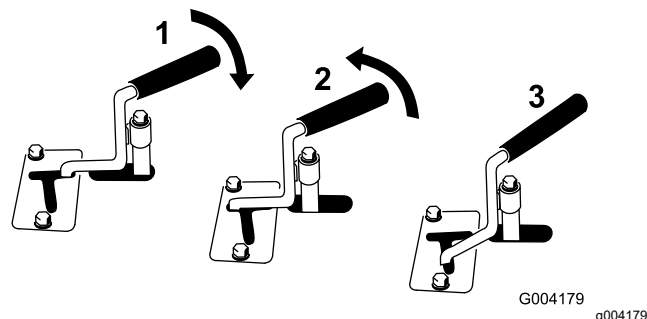

Figure 12
- Pour utiliser un accessoire hydraulique en avant, tournez le levier de commande en arrière et abaissez-le jusqu'à la barre de référence (Figure 12, repère 1).
- Pour utiliser un accessoire hydraulique en arrière, tournez le levier de commande vers l'arrière, puis poussez-le vers la gauche dans le cran supérieur (Figure 12, repère 2).
Remarque: Si vous relâchez le levier alors qu'il est en position de fonctionnement AVANT, il revient automatiquement en position de POINT MORT (Figure 12, repère 3). S'il est en position de fonctionnement ARRIÈRE, il reste dans cette position jusqu'à sa sortie du cran.